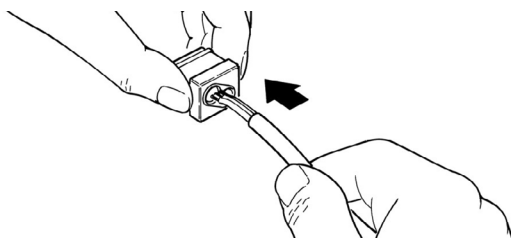

Fig. 3
- 5 Passer les deux câbles dans les trous prévus à cet effet sur le "bouchon" comme dans la figure 3.